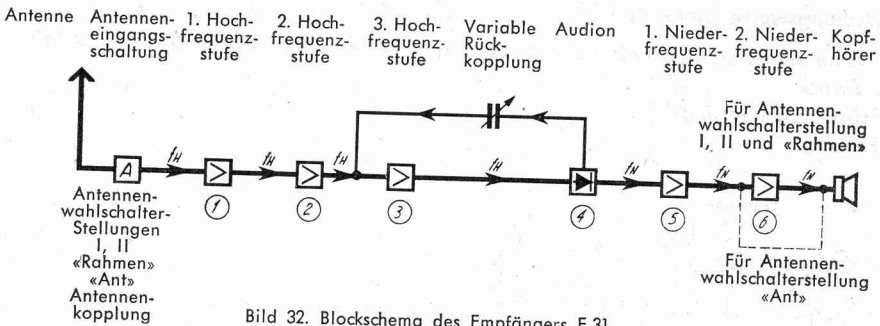

Bild 32. Blockschema des Empfängers E31.
(Blockschema Bild 32, siehe auch Zif. 45—51.)
Die von der Antenne aufgenommene Hochfrequenz wird in drei Hochfrequenzstufen (1) (2) (3) verstärkt, in drei Siebkreisen ausgesiebt und gelangt auf das Audion (Bild 32 und 21).